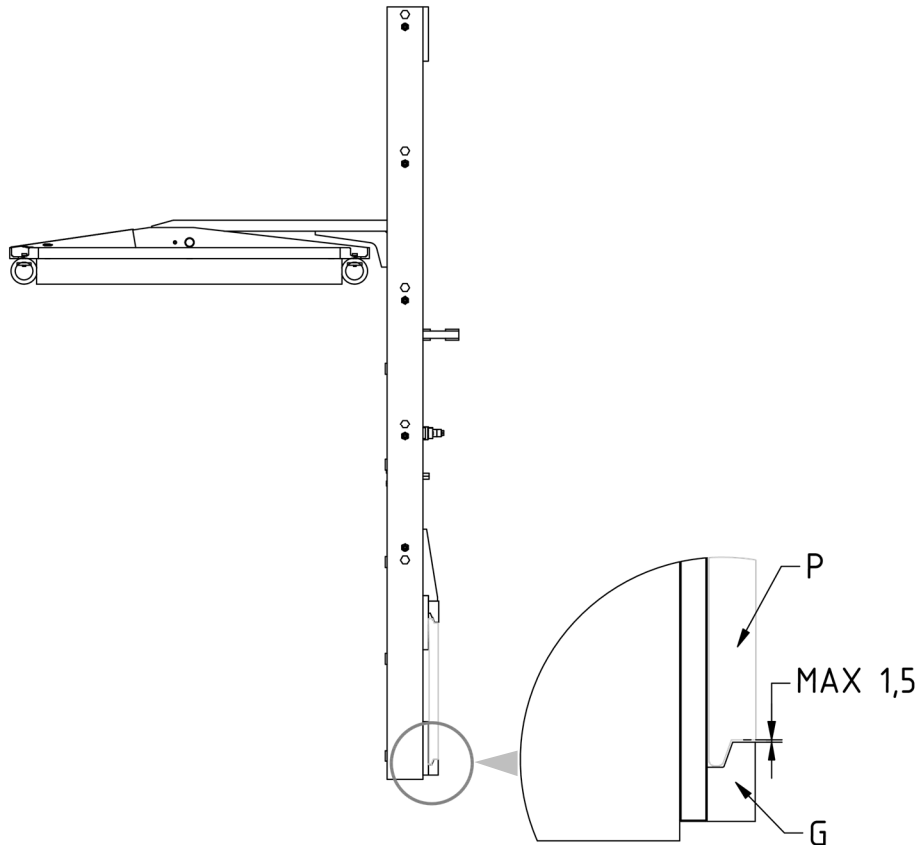

Abbildung 4
7. Schrauben Sie die 2 unteren Haken **G** so an, dass ihr Körper auch unterhalb der Gabelträgerplatte **P** eingehängt bleibt (mit einem Spiel von max. 1,5 mm, siehe Detail *Abbildung 4*) und ziehen Sie sie mit dem in der *Tabelle 3* genannten Anzugsmoment an.
3. Überprüfen Sie das Spiel zwischen dem unteren Teil der Gabelträgerplatte und den unteren Haken des Geräts und stellen Sie sicher, dass es den Angaben in *Abbildung 4* (Seite 10) entspricht. Falls erforderlich, ziehen Sie die Schrauben nach, die diese Teile halten.